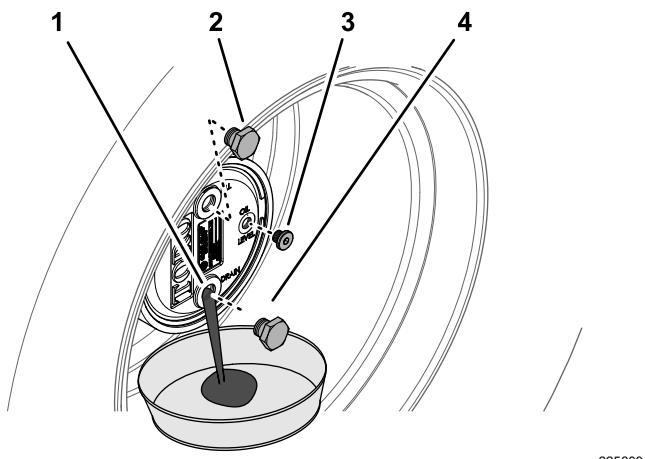

Bild 67
2. Entfernen Sie die Füllschraube, die auf 12 Uhr steht, und die Prüfschraube, die auf 3 Uhr steht (Bild 67).
3. Stellen Sie eine Auffangwanne unter die Nabe des Planetengetriebes, entfernen Sie die Ablassschraube, die auf 6 Uhr steht, und lassen das Öl vollständig ablaufen (Bild 67).
5. Setzen Sie die Ablassschraube in das Ablassloch des Planetengetriebegehäuses ein (Bild 67).